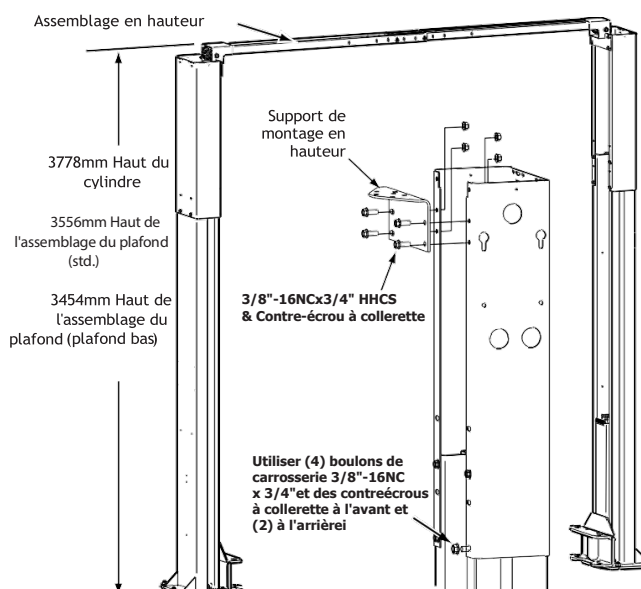

Fig. 2
Voir Fig. 2 pour la hauteur totale du pont élévateur de chaque modèle spécifique de pont élévateur. Ajouter 25 mm à la hauteur totale jusqu'à l'obstacle le plus bas.
Avant de redresser les colonnes, installez les extensions de colonne à l'aide de (12) écrous frein à collerette et de vis à tête hexagonale (HHCS) pour chariots de 3/8"-16NC x 3/4"., Fig. 2 et Fig. 3.
Support de montage en hauteur: Installer les supports de l'étrier sur les extensions de colonne, Fig 2.